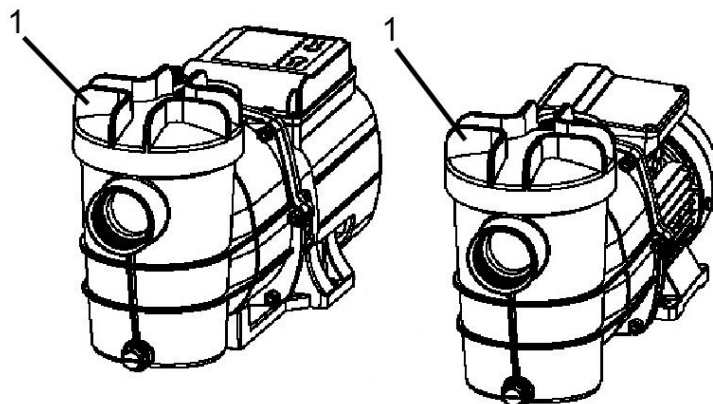

Abb. 6
6. Montage des Vorfilters der Pumpe SPF 250 F und SPF 370 F (Abb.6)